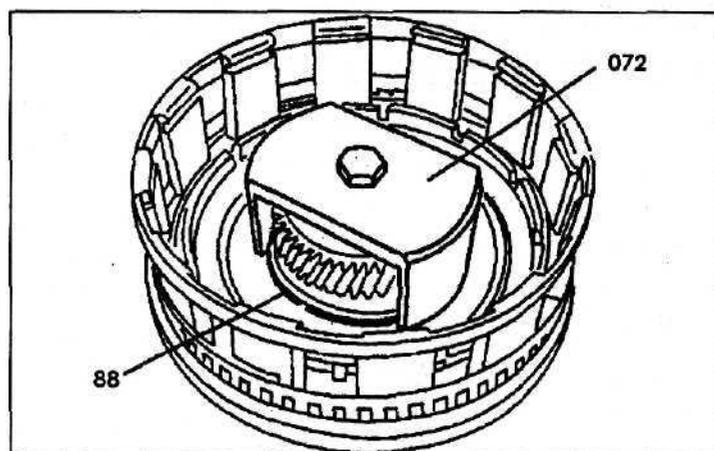

Рис. 73.
1. Удалите из внешнего барабана стопорное кольцо (90).
2. Удалите из внешнего барабана фрикционные диски (89). Проверьте фрикционные диски на предмет их подгорания и износа.
3. Установите на упругое кольцо (87) приспособление (072) и затяните болт так, чтобы стопорное кольцо (88) оказалось свободным (рис. 73).
4. Удалите стопорное кольцо (88).
5. Удалите тарельчатую пружину (86b) и, направляя сжатый воздух в отверстие А, поршень (86).
6. Удалите стопорное кольцо (91) и переднюю муфту свободного хода (92).